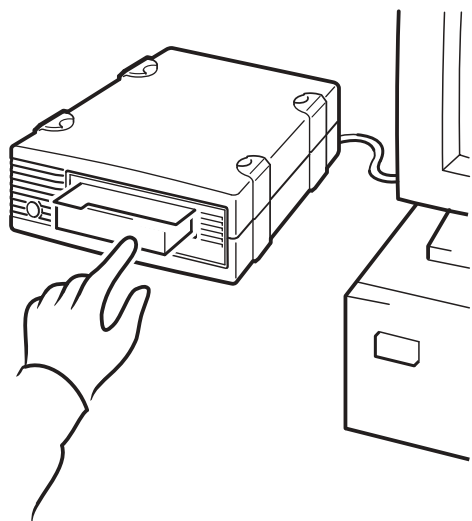

Figura 10a: usar o HP OBDR, etapa 1
- 1 Levante a porta do cartucho e insira o cartucho de inicialização mais recente na unidade de fita (Figura 10a). O cartucho precisa ser gravado por um aplicativo de backup capaz de gravar dados na fita em formato de CD-ROM.